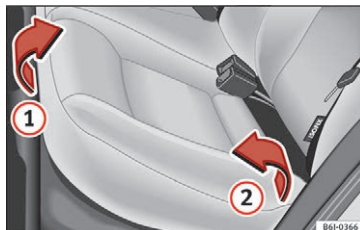
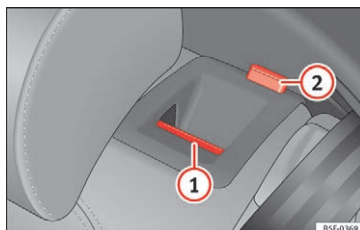

Fig. 131 Løft af bagsædets sædehynde
Fig. 132 I bagsæderyglænet: udløserknop ①, rød markering ②
- Tag fat i sædepolstringens forside » Fig. 131 ①, og træk den opad i pilens retning.
– Løft sædepolstringen ② fremad i pilens retning.
– Træk udløserknappen » Fig. 132 ① fremad, og klap samtidig ryglænet frem. Bagsæderyglænet er udløst, hvis du kan se en rød markering på knappen ②.